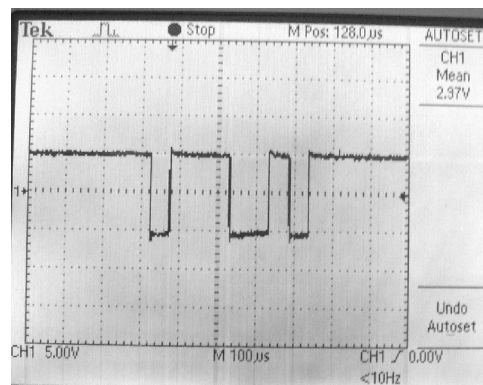

Рисунок 23
- 5) Подключить общий вход осциллографа к контакту 4 кабеля ХТЗ, сигнальный вход осциллографа к контакту 3 кабеля ХТЗ. При помощи осциллографа наблюдать форму контрольного сигнала в интерфейсе RS-485. Запомнить на экране осциллографа форму сигнала (рисунок 23).